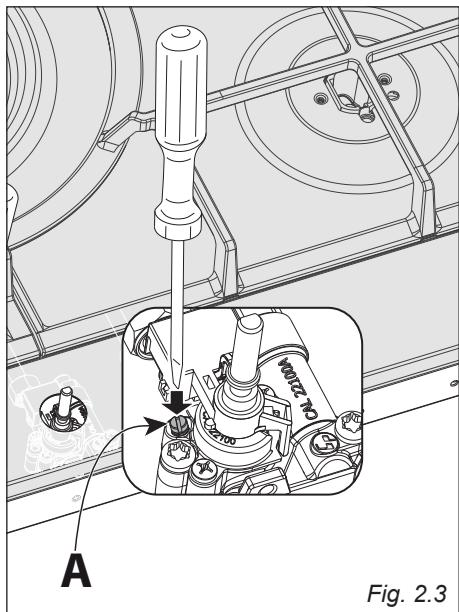

Fig. 2.3
- Con un cacciavite piatto ruotare la vite “A” fino alla corretta regolazione (fig. 2.3).